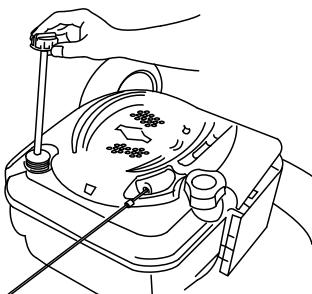

Figura 34
- Rimuovete l'asta di livello dal tubo di riempimento dell'olio (Figura 34).